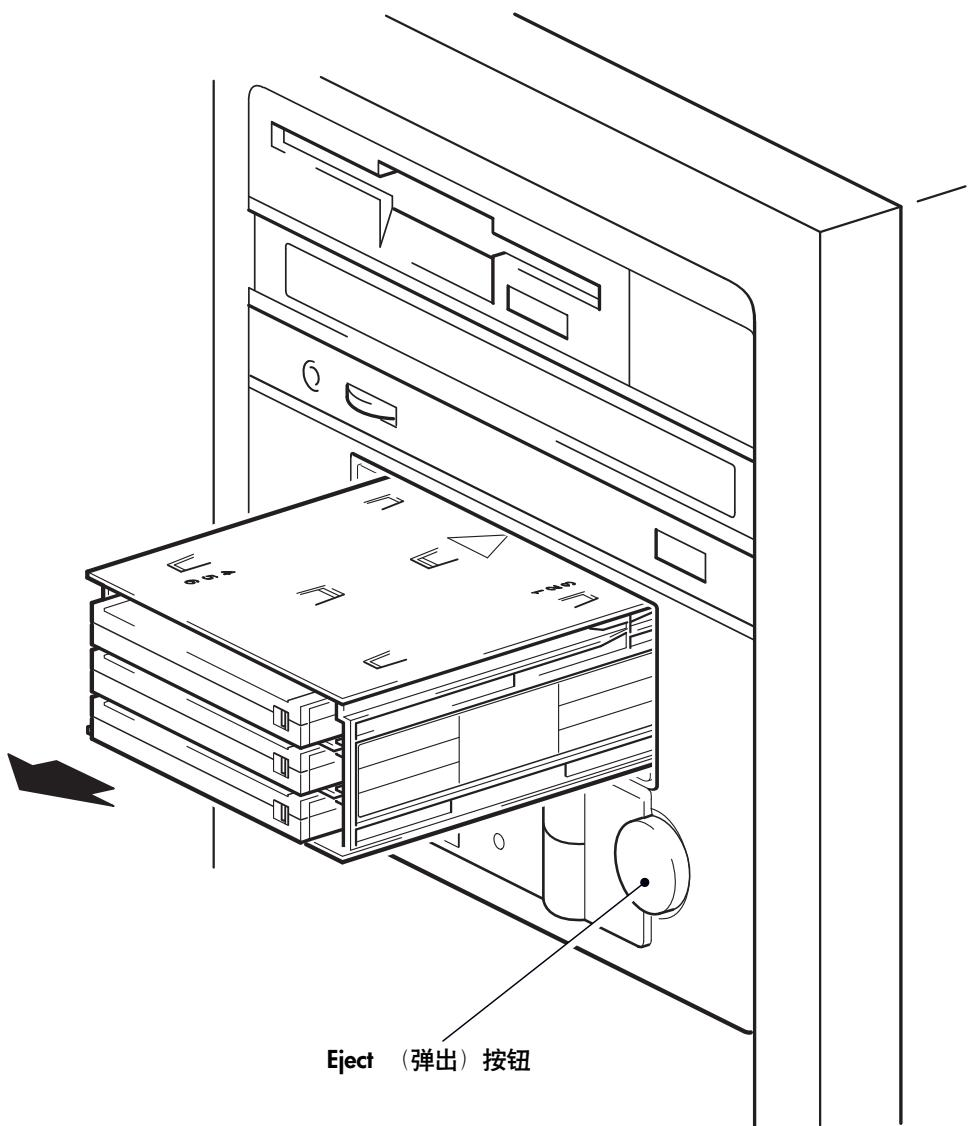

图 12: 卸载自动装载器
- 1 按下前面板上的 Eject (弹出) 按钮。(见图 12。)